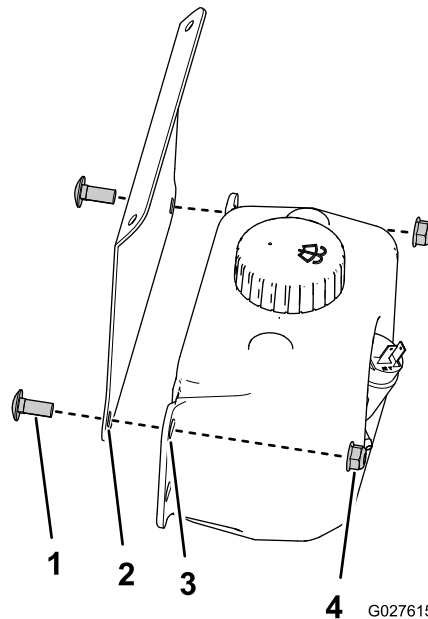

Figura 15
1. Instale el depósito de líquido de lavaparabrisas en el soporte de la botella de limpiador con los 2 pernos de cuello cuadrado ($\frac{5}{16}$ " x $\frac{3}{4}$ ") y 2 contratuercas ($\frac{5}{16}$ "), tal y como se muestra en la Figura 15.